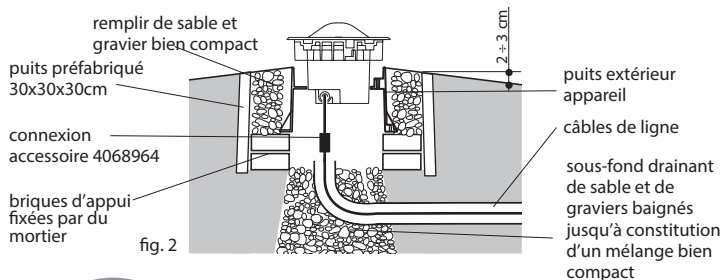

fig. 2
- 1) éviter de positionner l'appareil en dépression ( fig.1 ) où peuvent facilement se former des dépôts de poussière et des retenues d'eau. Figure 2